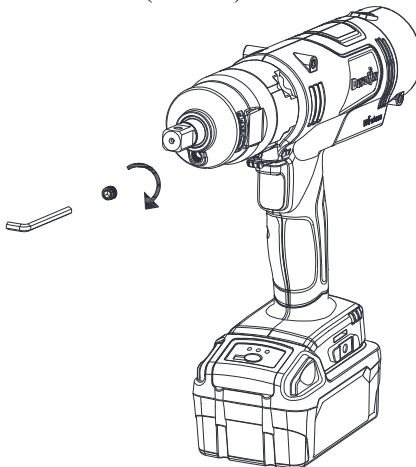

ABB. 6
5. Verwenden Sie abschließend einen Inbusschlüssel (4,0 mm), um die Mutter im Uhrzeigersinn anzuziehen. (ABB. 6)